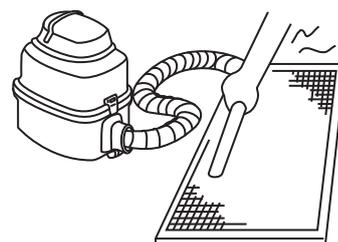

Abb. 9-3
- *Beim Absaugen mit einem Staubsauger muss die Lufteinlassseite nach oben zeigen. (siehe *Abb. 9-3*)*